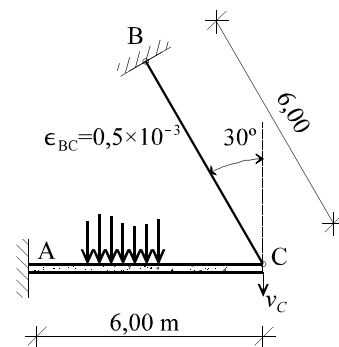

Figura 8
8) La estructura de la figura 8 consta de la ménsula AC atirantada por el cable BC . Bajo la acción de ciertas cargas, el tirante adquiere la deformación unitaria que se anota en la figura. Se pide calcular el movimiento vertical v_C . (Examen enero 2.013)